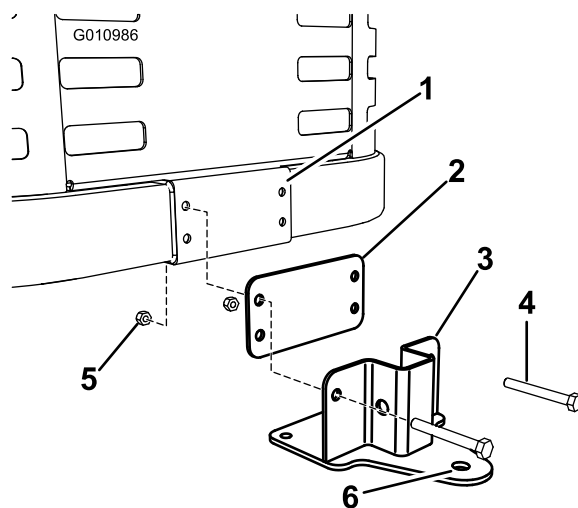

Figura 3
- Localice la placa espaciadora y el soporte del bastidor del ensacador entre las piezas sueltas. Instale la placa y el soporte en el bastidor de la máquina según se muestra en Figura 3. Sujete la placa y el soporte al